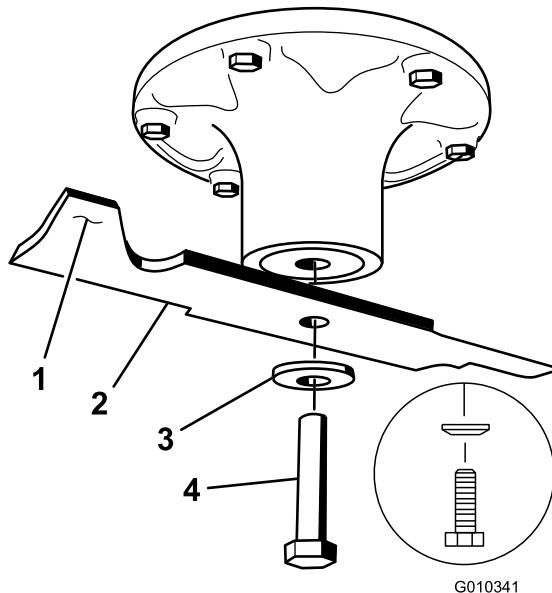

Figura 59
Sujete el extremo de la cuchilla usando un trapo o un guante grueso. Retire del eje el perno de la cuchilla (girándolo en sentido antihorario), la arandela curva y la cuchilla (Figura 59).
- Nota:** Si la cuchilla se mantiene horizontal, está equilibrada y puede utilizarse. Si la cuchilla no está equilibrada, rebaje algo el metal en la parte de la vela solamente (Figura 59). Repita este procedimiento hasta que la cuchilla esté equilibrada.
- Instale la cuchilla en el eje (Figura 59).
Nota: El cono de la arandela de muelle debe estar orientado hacia la cabeza del perno (Figura 59).